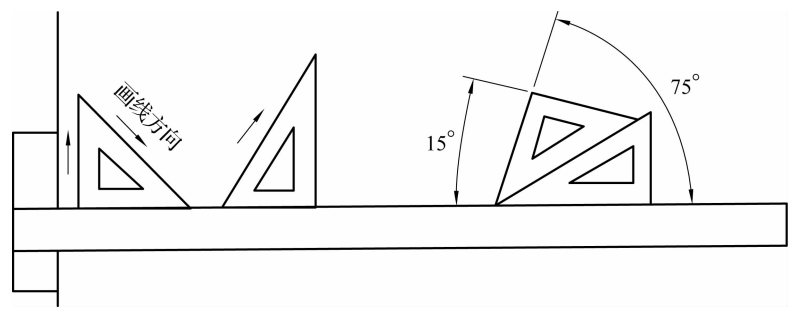

图 1-1-2 三角板的使用
- (3)三角板。三角板有 45° 和 $30^\circ/60^\circ$ 两种。三角板与丁字尺配合使用可画垂直线和与水平线成 30° 、 45° 、 60° 以及 15° 倍数角的各种倾斜线，如图 1-1-2 所示。